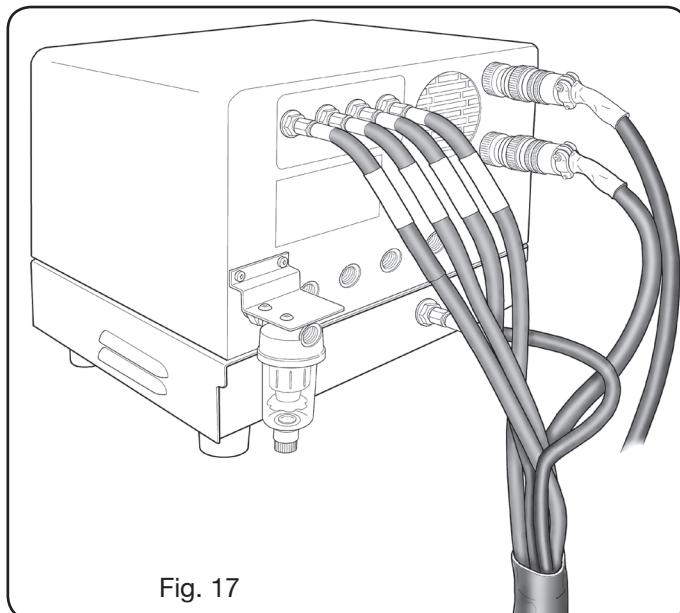

Fig. 17
- Collegare il fascio tubi art.1166 serrando i tubi alle rispettive uscite dei gas e facendo attenzione alla corrispondenza delle marcature (plasma preflow - cutflow, secondary preflow - cutflow e auxiliary); avvitare il connettore elettrico all’uscita CN05 (vedi fig.17).
- Collegare infine la connessione art.1189 avvitando il connettore elettrico all'uscita CN04 (vedi fig.17). Assicurarsi che l'aria (AIR) sia sempre connessa, alla pressione adeguata, alla gas console automatica poiché viene usata come gas di "servizio".